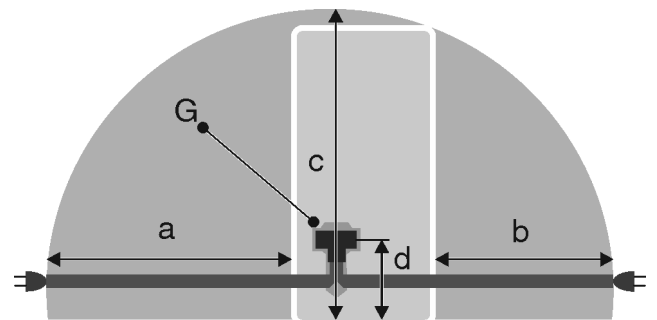

Fig. 20 \*
- Zásuvka sa nenachádza za zariadením, ale v oblastiach a alebo b Fig. 20 (a, b, c).
- ▶ Zástrčku zariadenia Fig. 20 (G) zastrčte na zadnej strane zariadenia. Dbajte na správne zaklapnutie.